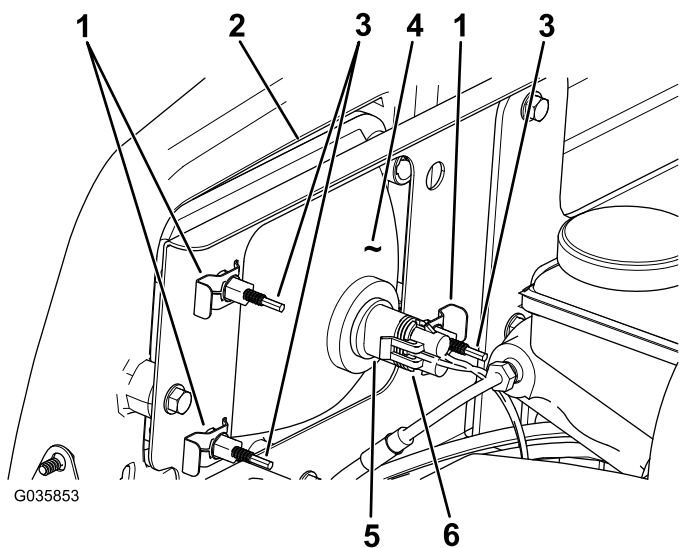

图 44
3. 将线束的电气接头与新灯总成的接头断开 图 44。
4. 卸下将大灯固定至大灯支架上的快速夹图 44。
5. 将大灯总成从前保险杠的开口向前推出卸下大灯总成图 44。
6. 通过保险杠开口将新大灯装入图 44。
8. 将线束的电气接头与灯总成的接头连接图 44。
2. 在大灯总成背面旋转调节螺丝图 44 以转动大灯总成调整光束投射的位置。